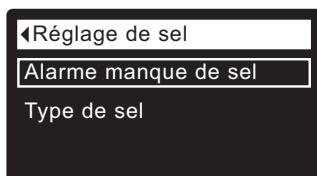

FIG. 40
3. Appuyez sur le sélecteur (O) pour afficher le menu de réglage du sel (cf. Figure 40).
7. Appuyez sur le sélecteur (O) : l'afficheur revient au menu de réglage du sel (cf. Figure 40).